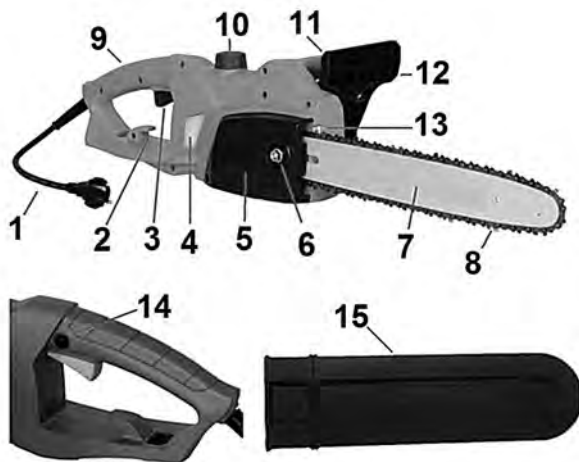

Рис.1 Основные узлы и органы управления
Расположение основных узлов и органов управления показано на Рис. 1
Номера перед описаниями соответствующих номерам на Рис.1 — это поможет Вам найти то или иное предохранительное устройство.
2. Открутите гайку крепления крышки шины (Рис. 1 п. 6) и снимите крышку шины (Рис. 1 п. 5).